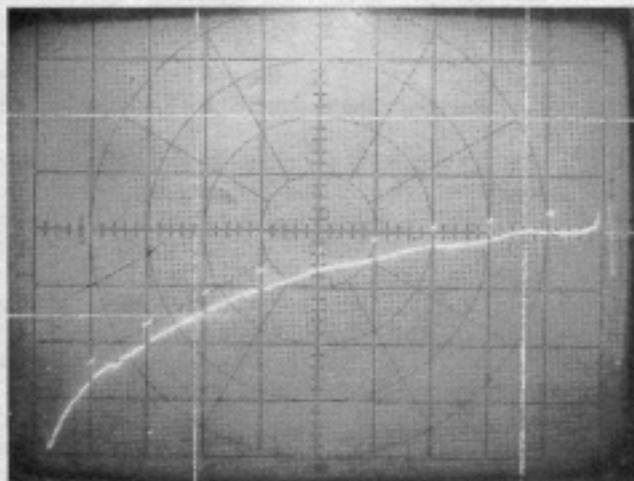

Fig. 2.4 Forward direction open term. 2m=35dB. 70cm=18dB. Vorwärts Richtung ohne Abschluß. Vert. 10dB/div.
D. Für 2m und 70cm getrennt eingebaute Richtkoppler zeichnen dieses Modul zusätzlich aus. Die Koppeldämpfung im 2m-Band beträgt etwa 35dB, im 70cm Band 20dB. Die Richtschärfe im 2m-Band beträgt ca. 19dB und im 70cm BAnd ca. 24dB. Die technischen Daten des integrierten Richtkopplers sind aus den Bildern Fig. 2- Fig. 2.4 zu erkennen. Die vor- und rücklaufenden Leistungen werden gleichgerichtet und der MCU zugeführt wo die entsprechenden Werte Leistung und SWR berechnet und zur Anzeige gebracht werden. Die Leistung kann wahlweise im
E. Two separate integrated directional couplers for 2m as well for 70cm performs this PA-module, too. The couplingloss on 2m amounts abt. 35db and on 70cm abt. 20dB at a directivity on 2m of abt. 19dB and on 70cm of abt. 24dB. The characteristics can be taken from the Fig. 2.0 - Fig. 2.4. The generated voltages in respect of the RF power drive the MCU where the Output-Power is displayed in Watts or dBM and the SWR as SWR or return-power in dBm. The pots RE5-RE8 are adjusted for best directivity and the pots RE1-RE4 to 2.5V terminated forward power of 10W.